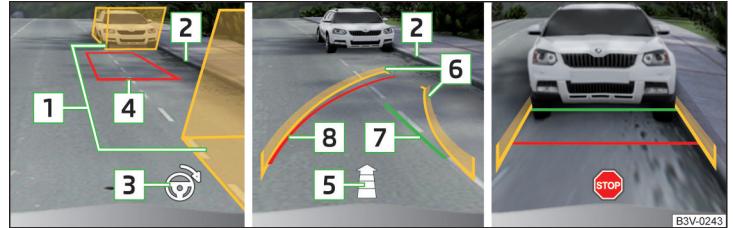

Abb. 279 Bildschirmanzeige
- › Das Fahrzeug so anhalten, dass sich kein Hindernis in der Lücke zwischen den Hilfsboxen **1** » Abb. 279 befindet und die hintere Box nicht über die seitliche Begrenzung der Parklücke (z. B. Bordstein) **2** hinausreicht.